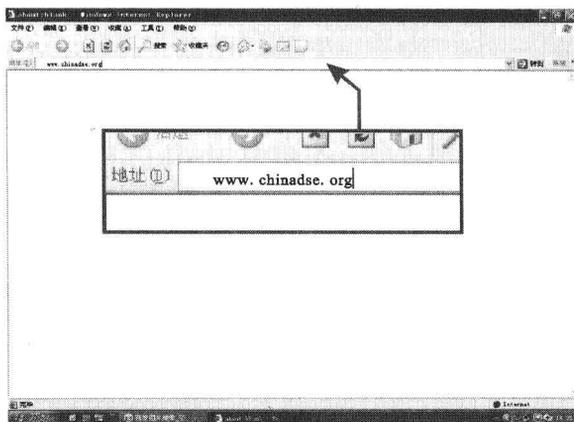

图3 输入网址
③ 打开计算机上的网络浏览器，在地址栏中输入网址“www.chinadse.org”，然后按回车键，登录数码维修工程师官方网站，如图 3 所示。